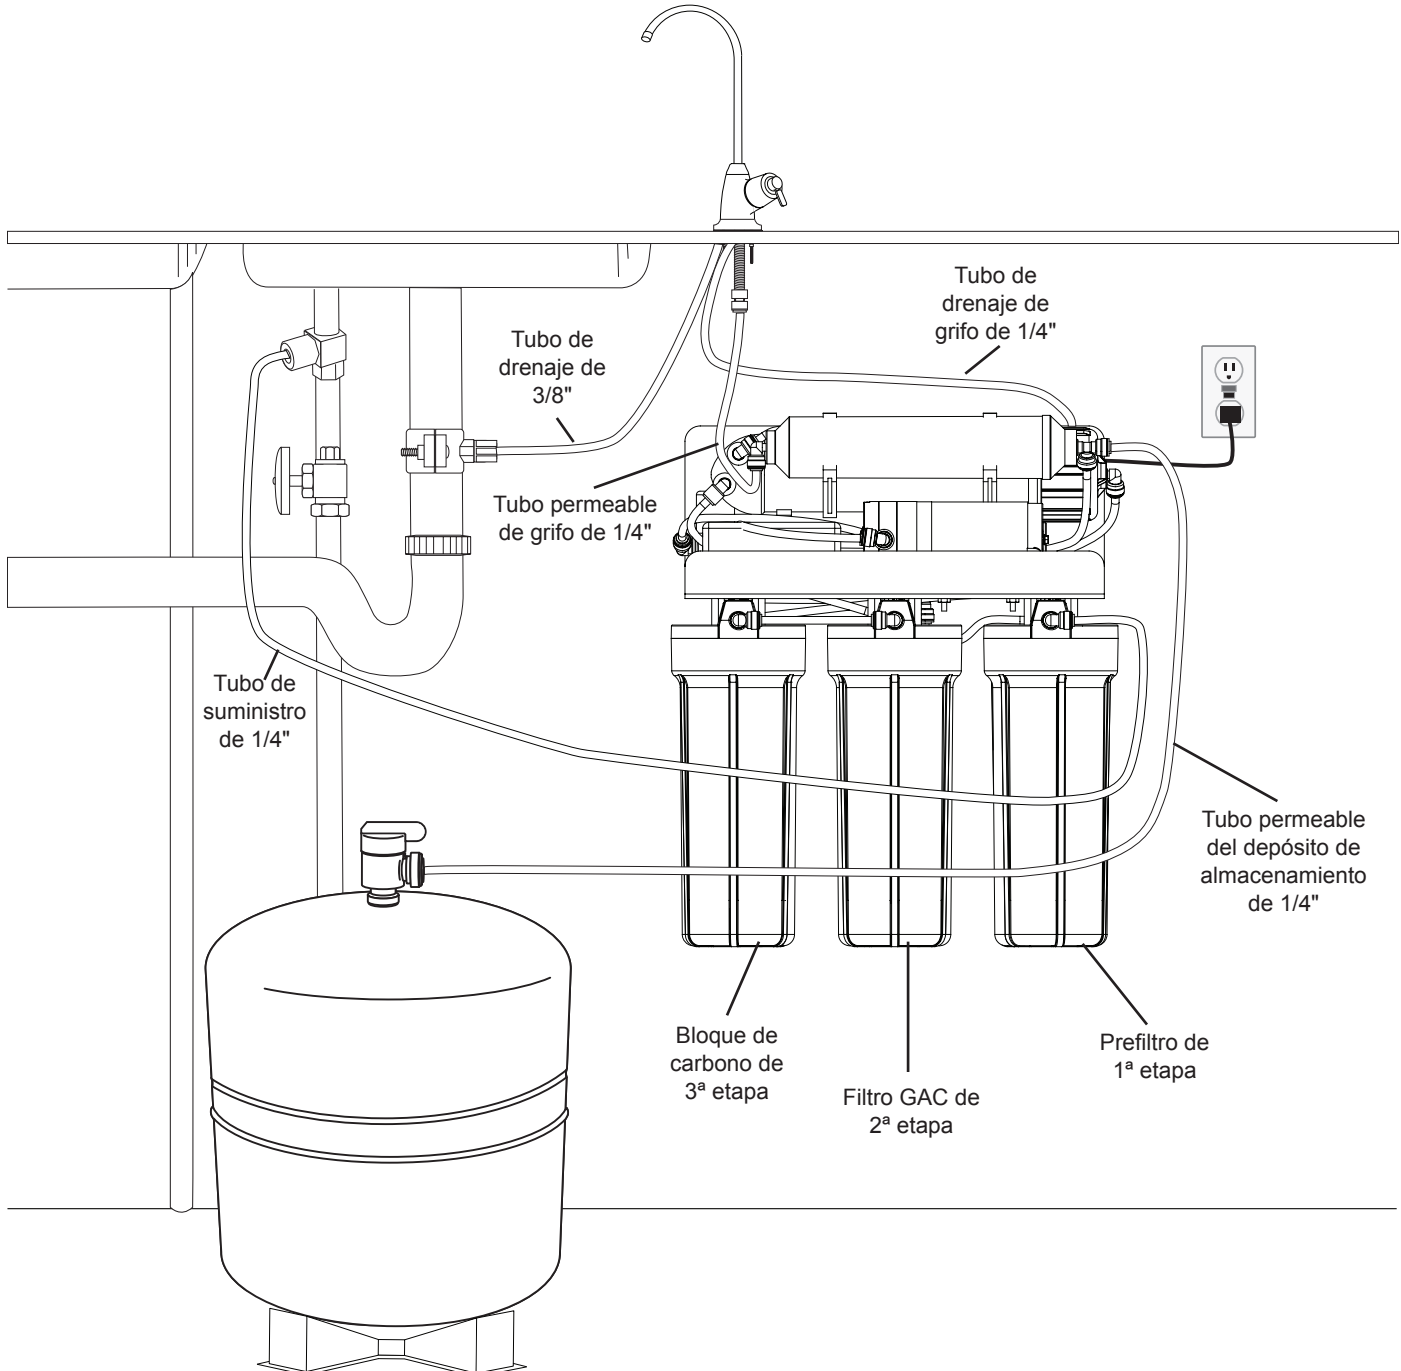

Figura 12
- Una la abrazadera de desagüe a una sección vertical del tubo de desagüe, unas 6 pulgadas por encima del sifón. Asegúrese de que la apertura de la abrazadera de desagüe esté mirando hacia el grifo de agua potable (consulte Figura 12).